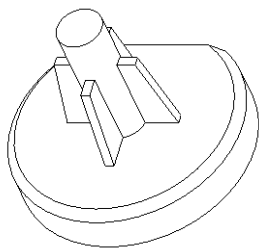

图 9-57 原始实体模型
① 在“快速访问”工具栏中单击“打开”按钮，选择本书配套的素材实体模型文件“bc_9_ycqm.prt”来打开，该文件中存在的原始实体模型如图 9-57 所示。